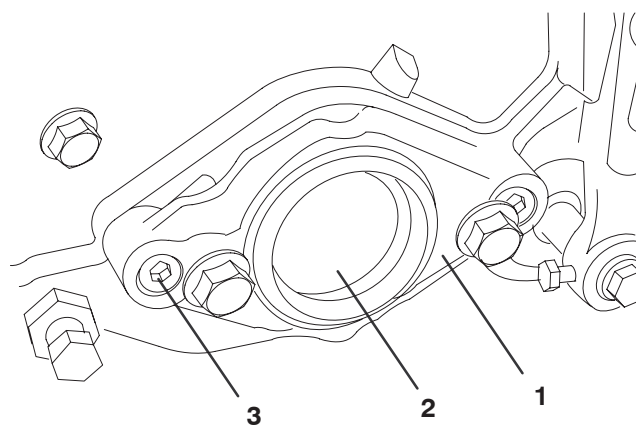

Figure 15
- C. À l'extrémité droite du plateau de coupe, retirez l'obturateur en plastique du logement des roulements (Fig. 15).
- D. Retirez les 2 vis Allen qui fixent le support du moteur sur l'extrémité droite du plateau de coupe. Déposez le support du moteur (Fig. 15).